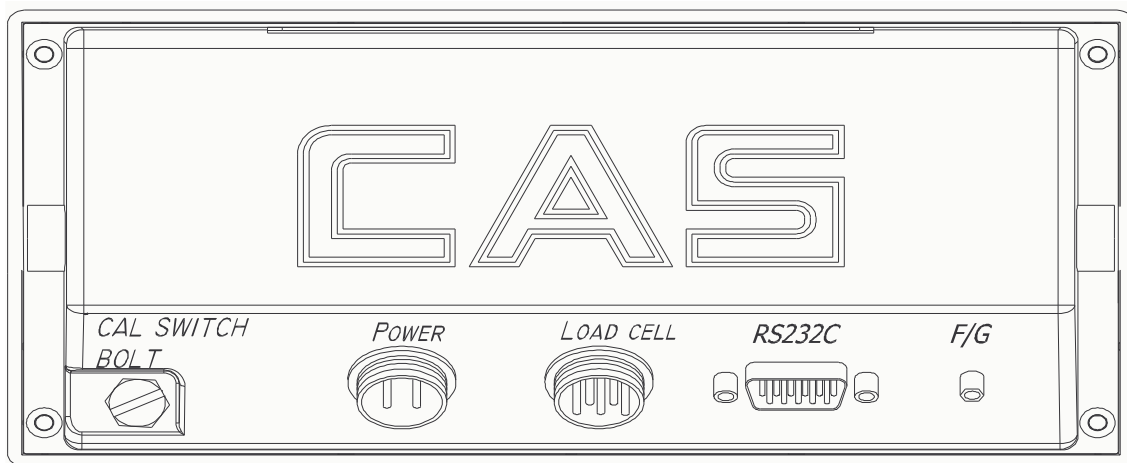

Рисунок 4.5 Вид задней панели с элементами для моделей NT-200A и NT-201A
- Подключите провод питания к разъему питания (см. рис. 4.5 или 4.6).
- Включите питание индикатора тумблером питания (см. рис. 4.5 или 4.6).
Разъем тензодатчиков подключается к 6-ти контактному разъему «LOAD CELL» индикатора (см. рис. 4.5, 4.6 и табл. 4.3). Соответствующая распайка приведена на рисунке 5.1 и в таблице 5.1.